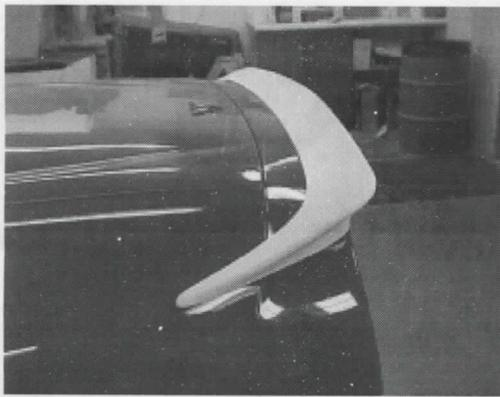
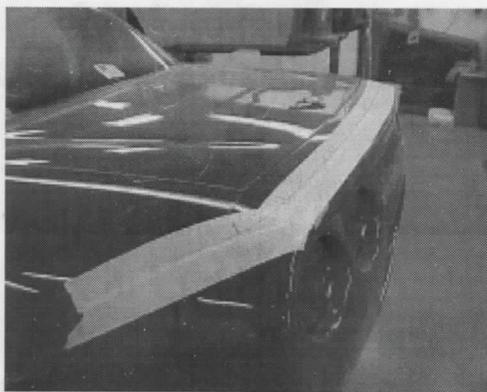

FIG. 2A
FIG. 2B
2. CAREFULLY SET SPOILER ON CAR TO GET AN IDEA OF WHERE IT WILL BE INSTALLED (SEE FIG. 2A). THE SPOILER WILL ONLY FIT ON THE CAR CORRECTLY IF THE REAR OF THE SPOILER SLOPES DOWN OVER THE REAR BUMPER COVER. TAKE NOTE OF WHERE FRONT SIDE OF SPOILER RUNS ACROSS BUMPER COVER. REMOVE SPOILER AND PLACE MASKING TAPE ON BUMPER COVER WHERE SPOILER SAT (SEE FIG. 2B).